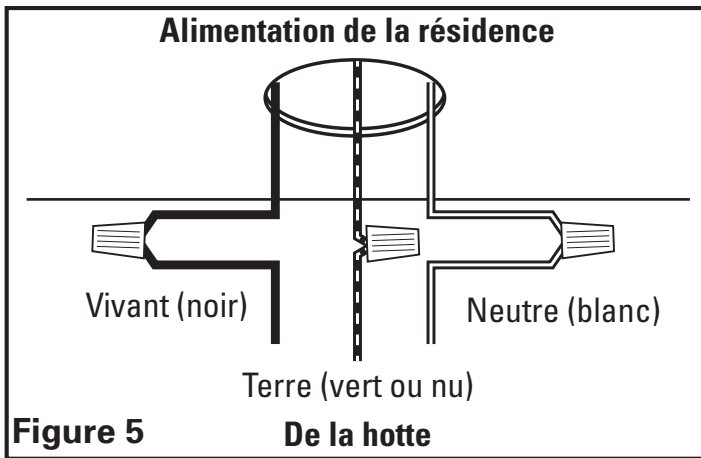

Figure 5
3. Examinez le couvercle du compartiment de câblage et sélectionnez l'entrée des câbles la plus appropriée puis retirez l'alvéole défonçable. Passez le câble d'alimentation dans l'ouverture et installez un serre-câble approprié. Raccordez le fil blanc de l'unité de puissance au fil blanc de l'alimentation. Raccordez le fil noir de l'unité de puissance au fil noir de l'alimentation. Connectez le fil de mise à la terre de la résidence (vert ou cuivre nu) au fil de mise à la terre de l'unité de puissance (vert ou vert / jaune). Utiliser des méthodes de raccordement approuvées pour toutes les connexions (**Figure 5**).